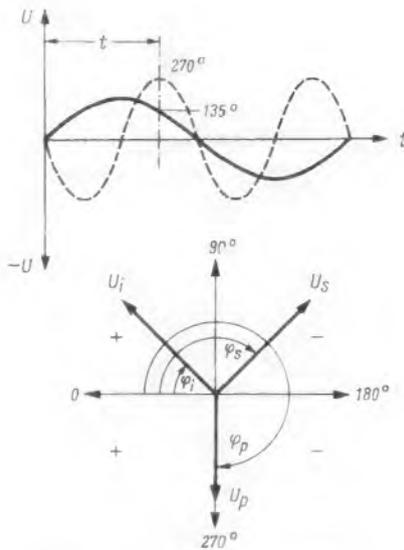

Bild 6. Kompensation der Signalladung durch die Idlingschwingung bei dämpfender Phasenlage der Pumpschwingung
sofern der Katodenwiderstand R_k kapazitiv überbrückt ist. Dieser Fall wird in der Praxis nicht angewendet, d. h. der Katodenwiderstand wird höchstens für die höheren Frequenzen kapazitiv überbrückt. Für die tieferen Frequenzen ist die durch den ohmschen Widerstand R_k erfolgende Stromgegenkopplung wegen der damit erfolgenden Linearisierung der Steuerkennlinie erwünscht. Bild 6 zeigt im Vergleich zu Bild 5 (ohne Gegenkopplung) die Auswirkung der Gegenkopplung auf den Verlauf der Steuerkennlinie. Um einen Stromhub $I_{a\ 85} = 50\text{ mA}$ zu erreichen, ist dazu eine Eingangsspannung $U_{in\ 85\ GK} = 3,5\text{ V}$ erforderlich. Dies entspricht einer mittleren Steilheit bei Gegenkopplung von
Die Synchronimpulse werden allerdings bei dieser Aussteuerung bereits merklich gestaucht. Aus Bild 6 ist die mittlere Steilheit $S_{m\ S} = 9,3\text{ mA/V}$ im Bereich der Synchronimpulse (S) bei Gegenkopplung ablesbar. Das Verhältnis von $S_{m\ S}$ zu $S_{m\ GK}$ ergibt den Stauchungsgrad: Er ist im vorliegenden Fall
zum Ausdruck kommt. Aus dieser Gleichung ist zu ersehen, daß in Augenblicken, in denen die Pumpschwingung eine dämpfende Phasenlage einnimmt, die Signalladung der Kapazitätsdiode durch eine entgegengesetzte Ladung der Mischschwingung kompensiert wird. Ein Energieentzug ist somit unmöglich. Hierzu ein Beispiel: In Bild 6 sind nochmals Pump- und Signalschwingung in dämpfender Phasenlage dargestellt. Betrachtet man die beiden Kurvenzüge zum Zeitpunkt t , dann können für die Schwingungen folgende Phasenwinkel angegeben werden: